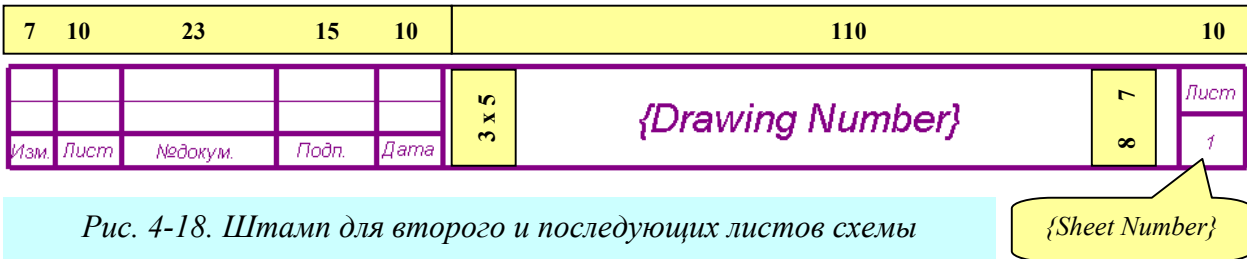

Рис. 4-18. Штамп для второго и последующих листов схемы
9) Длины вертикальных линий наоборот следует уменьшить до 15 мм. Окончательный вариант штампа для второго листа приведен на рис. 4-18.